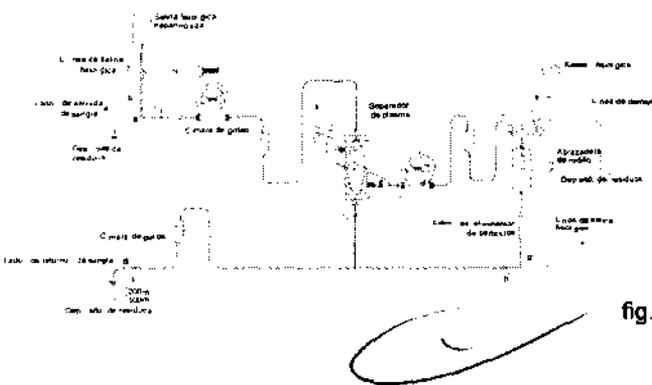

fig. 9
③ Desmonte las abrazaderas en ④ ⑥ ① y ① para hacer circular la salina fisiológica heparinizada. Cuando se haya drenado 200 ml de salida del lado de retorno de sangre ③ al depósito de residuos, apriete el tubo en f y desmonte la abrazadera en ① para drenar 300 ml de salida del lado de retorno de sangre ③ (Fig. 9).